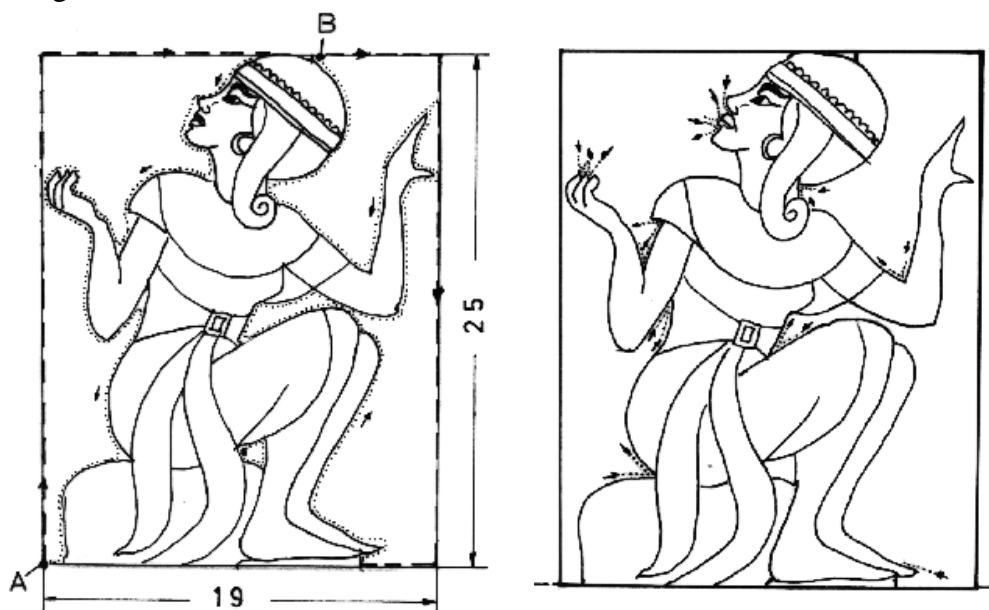

Abb. 10a: Sägeoperation Fenster aussägen. Abb. 10b: Sägeoperation Feinheiten sägen.
2. Die erste Sägeoperation erfolgt entlang der punktierten Linien in Pfeilrichtung (Pfeilrichtung ist Säge- richtung, nicht Bewegungsrichtung des Werkstückes) (Abbildung 10a). Scharfe Ecken und diffizile Partien werden übergangen. Der verbleibende Rahmen hilft dabei, den Winzling zu handhaben. Wenn das Edelholz knapp wird oder nur gerade die Größe der Figur hat, besteht die Möglichkeit, entsprechend große Fremdholzstücke um den Rohling herumzukleben. Der Sägevorgang bleibt so der gleiche.